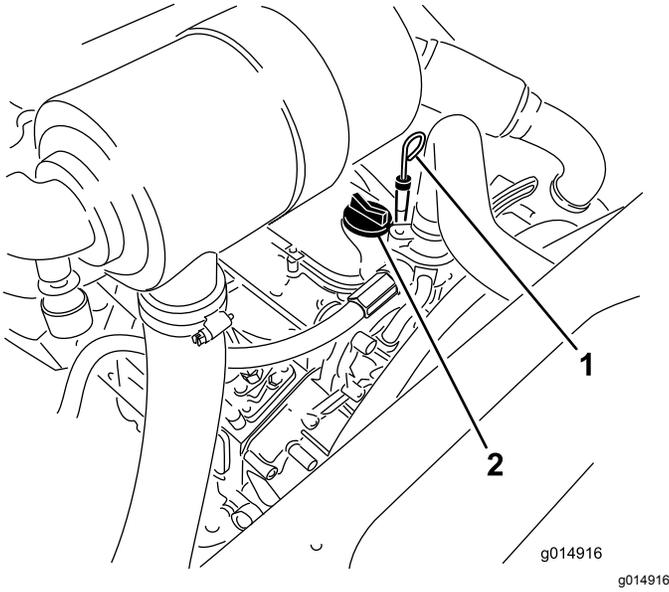

Figura 31
3. Retire la varilla, límpiela, y vuelva a colocarla (Figura 31).
5. Si el nivel de aceite está por debajo de la marca LLENO, retire el tapón de llenado (Figura 31) y añada aceite hasta que el nivel llegue a la marca LLENO. **No llene demasiado.**